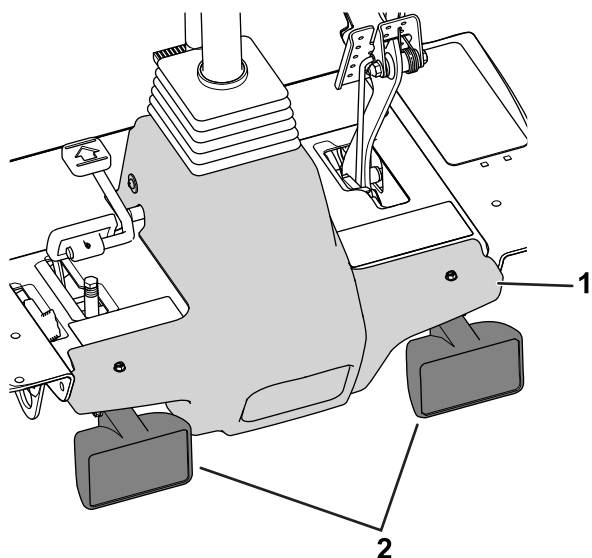

Figura 1
1. Scollegate i connettori dei fari con copertura e rimuovete i dispositivi di fissaggio che fissano la copertura della pedana al telaio della macchina (Figura 1).